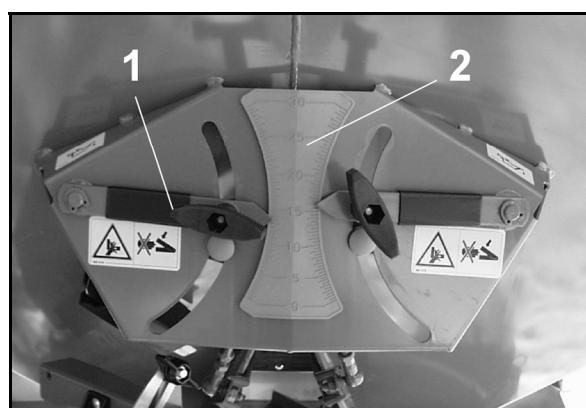

Рис. 81
7. При **распределении по границе** поверните регулировочный рычаг заслонки (Рис. 81/1) с левой стороны агрегата на два штриха шкалы (Рис. 81/2) назад.